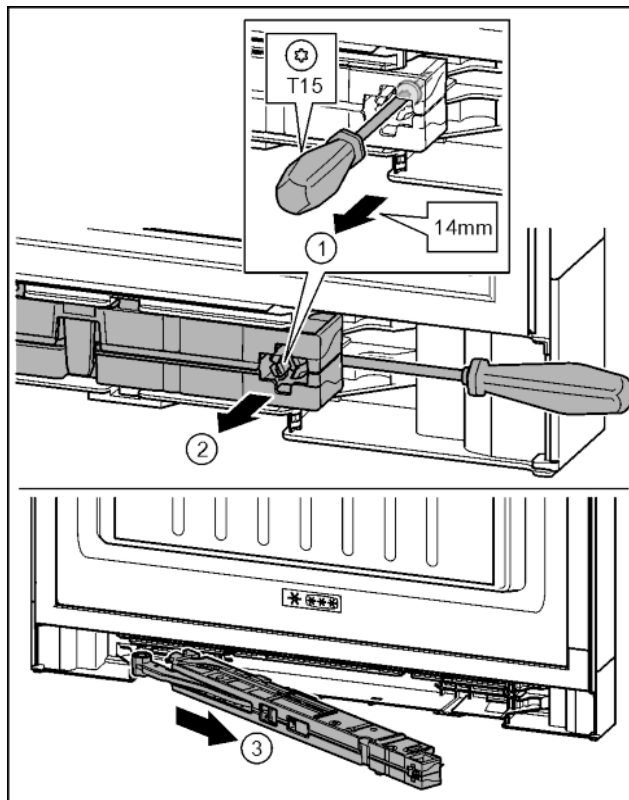

Fig. 20
- ▶ За допомогою викрутки T15 ослабте гвинт на демпферному вузлі приблизно на 14 мм. Fig. 20 (1)
- ▶ Перемістіть викрутку з боку ручки за демпферний вузол. Поверніть вузол уперед. Fig. 20 (2)
- ▶ Витягніть вузол. Fig. 20 (3)